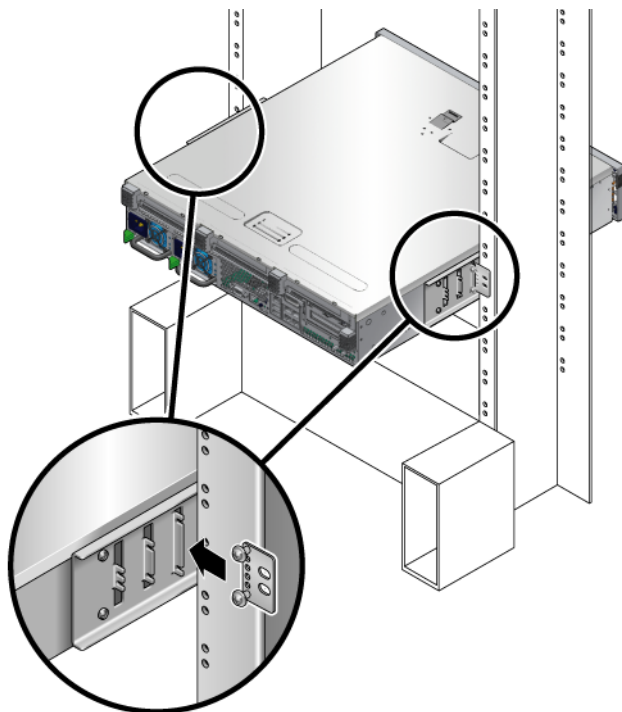

図 4-12 側面固定部品への背面プレートの取り付け
ねじ頭がサーバーの背面側を向き、背面プレートのもう一方の側がラックポストの手前になるようにします (図 4-12)。
- c. ねじをきつく締めて、背面プレートを側面固定部品のねじ受けのセットに固定します (図 4-12)。